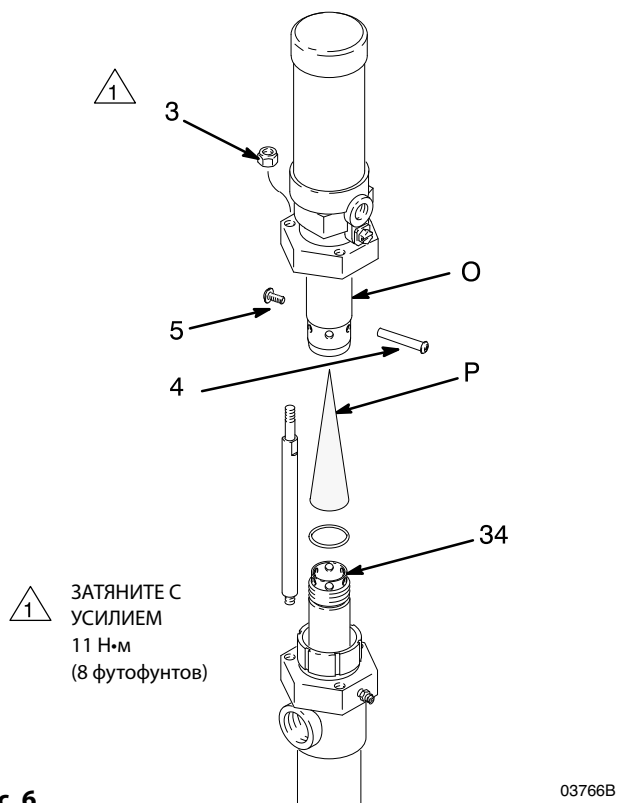

Рис. 6
**ПРИМЕЧАНИЕ.** Извлечение глушителя (Р, рис. 6) увеличит скорость потока в насосе и выпускной шум, а также уменьшит обледенение.
Отвинтите стопорные гайки соединительной тяги (3), извлеките набор из винта (5) и бочонка (4) и поднимите пневмодвигатель. Отвинтите шток (34). См. рис. 6.
Нанесите литиевую консистентную смазку на резьбовые соединения штока (34). Вставьте глушитель (P), как показано на рисунке. Вручную ввинтите шток (34) в соединительный шток пневмодвигателя. Установите набор из винта и бочонка (4 и 5). Нанесите смазку на резьбу соединительной тяги. Для обеспечения выравнивания свободно навинтите стопорные гайки соединительной тяги (3) на соединительные тяги, а затем равномерно затяните с усилием 11 Н·м (8 футофунтов). См. рис. 6.